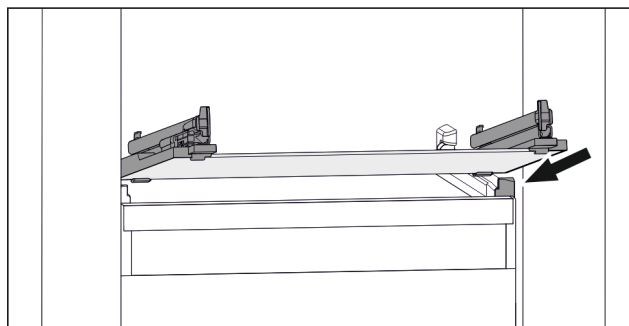

Fig. 53 Příklad znázornění skleněné desky
- ▶ Nasadte skleněnou desku šikmo za zarážky. (viz Fig. 53)